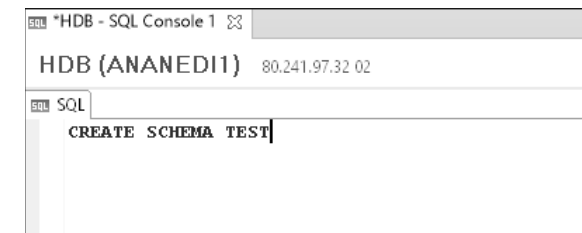

Abbildung 3.8 SQL Statement in SQL Console
2. Geben Sie in der SQL-Konsole den folgenden Befehl ein (siehe Abbildung 3.8): `CREATE SCHEMA TEST`. Damit erstellen Sie ein Schema namens TEST.